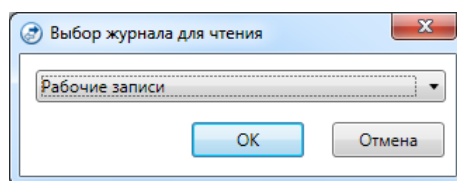

Рис. 6.14. Окно *Выбор журнала для чтения*
2. В открывшемся окне *Выбор журнала для чтения* (рис. 6.14) выберите тип записей, которые необходимо отобразить (*Рабочие записи / Сервисные записи*), и нажмите кнопку *OK*.